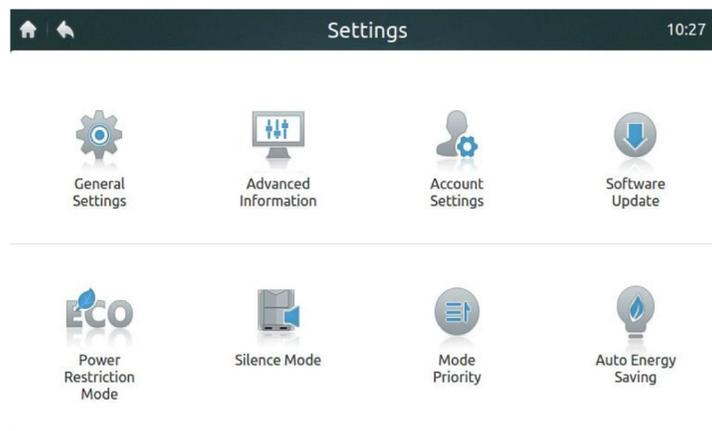
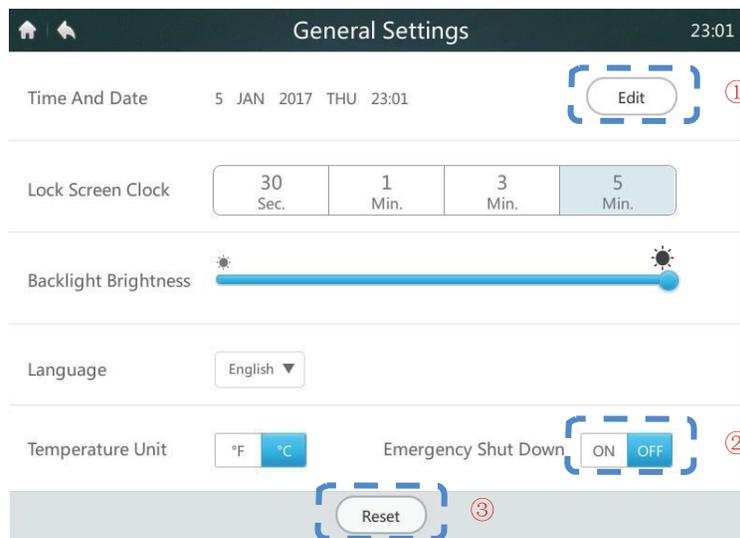
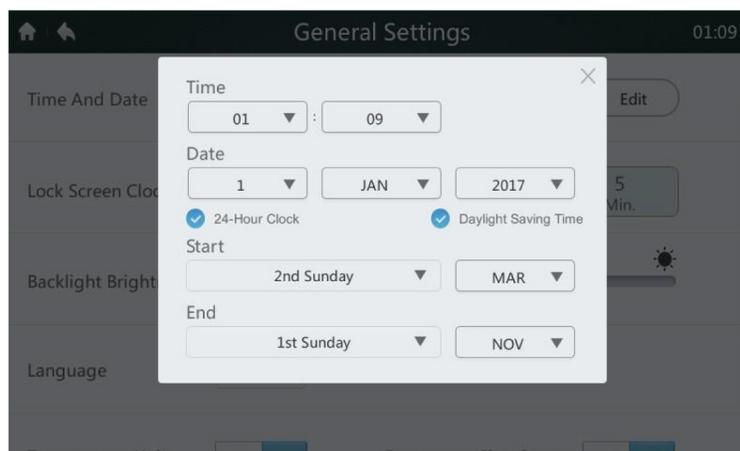

Figura 41. Página de Inicio de página de Configuraciones
Figura 42. Página de Inicio de Configuraciones Generales
Figura 43.
1. Pulsar **"GENERAL SETTINGS"** en la **Figura 41** para ingresar a la interfaz como se muestra en la **Figura 42**.
2. Pulsar el botón **"EDIT"** marcado **"1"** en la **Figura 42** para acceder a la interfaz de la interfaz mostrada en la **Figura 43** a continuación.
En el caso de emergencia, pulsar el botón marcado **"2"** en la **Figura 42** para habilitar el paro de emergencia. El controlador central enviará un comando de paro a todas las unidades IDU y bloqueará el control remoto. Las unidades IDU pueden restablecerse sólo al haberse inhabilitado el interruptor de emergencia.
Sólo el técnico instalador o el administrador podrá habilitar la función de restauración. Pulsar el botón **"RESET"** marcado **"3"** en la **Figura 42** para borrar la información del usuario (incluidos los horarios, los grupos, las cuentas comunes del usuario y los reportes), y para restaurar las configuraciones predeterminadas (incluidas la fecha, la hora de bloqueo de la pantalla, la luz de fondo, el lenguaje, la temperatura y el ahorro de la luz del día). Esta acción de desplegará al pulsar el botón **"RESET"** Para confirmar la operación, pulsar el botón **"YES"** para continuar y para reactivar el controlador central. Pulsar el botón **"NO"** para cancelar la restauración.
2. Pulsar **"ADVANCED INFORMATION"** como se muestra en la **Figura 41** para ingresar a la siguiente interfaz (**Figura 46**). Se puede elegir observar la unidad ODU, ó bien los parámetros de la unidad IDU. Para TVR LX y TVR HR All DC, los parámetros de ODU no podrán observarse.
2. Pulsar **"ACCOUNT SETTINGS"** como se muestra en la **Figura 41** para ingresar a la interfaz como se muestra en la **Figura 47** siguiente.